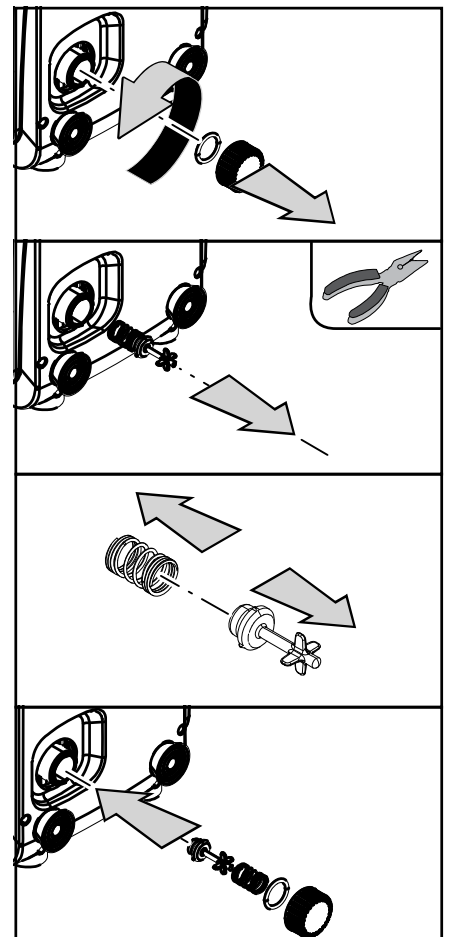

Abbildung 19
3. den Auslassdeckel an der Seite E abnehmen, ohne den O-Ring fallen zu lassen (Abb.19);